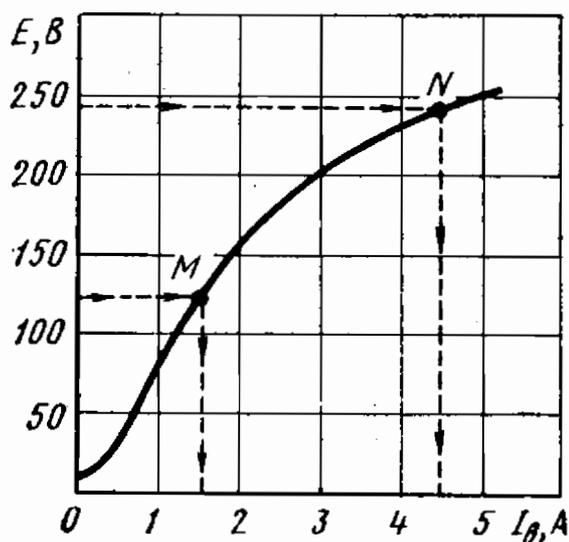

Рис. 14.2
14.2. Характеристика холостого хода генератора независимого возбуждения задачи 14.1 приведена на рис. 14.2, номинальное напряжение на зажимах обмотки возбуждения $U_{вн} = 100$ В.
Согласно кривой рис. 14.2, этой э. д. с. соответствует (точка N) номинальный ток возбуждения $I_{вн} = 4,55$ А. Этот режим обеспечивается при $R_p = 0$, поэтому собственное сопротивление обмотки возбуждения
Э. д. с. $E = 122$ В соответствует (точка M на кривой рис. 14.2) ток возбуждения $I_{в} = 1,55$ А. При этом сопротивление цепи возбуждения, включая регулировочный реостат,